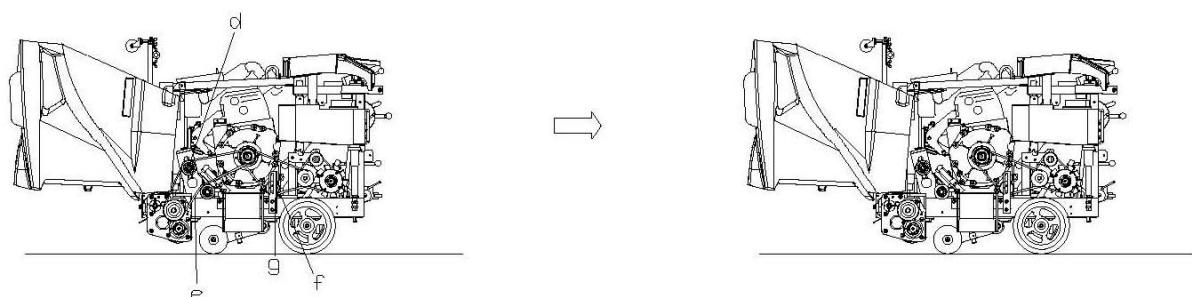

図2
・・・図2
- カウンターシャフトテンションプーリー(f)を緩め、テンションプラケット(g)と共に本体フレームから取り外す。・・・図2